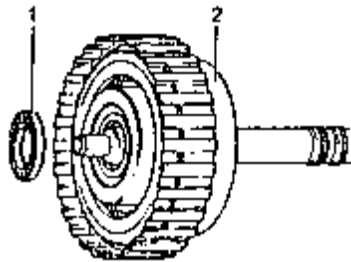
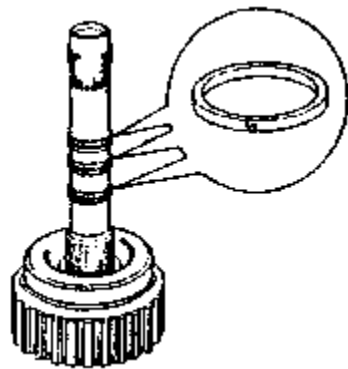

图 7-83 装入推力滚针轴承
图 7-84 活塞的正确装配
13) 将带垫圈推力滚针轴承装入 3 档和 4 档离合器 K3 内, 如图 7-83 所示。保证活塞环正确地座落在 K3 上及活塞环的两端相互钩住, 如图 7-84 所示。